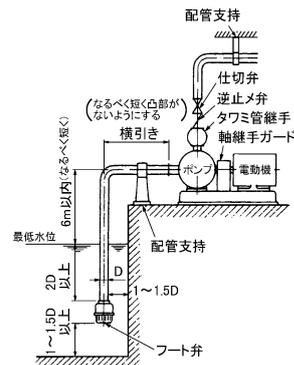

図 1
- 5) 吸込管口径及び吸込異径管のサイズは表1のとおりにしてください。吸込異径管は図1のように空気だまりができないよう取り付けてください。